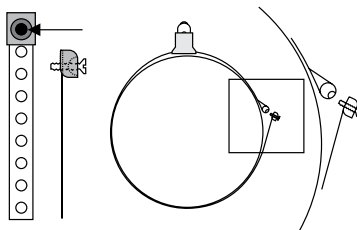

Figura 7
1. Conecte el interruptor en el cilindro como se muestra en la Figura 7. Apriete ligeramente sólo la abrazadera, para poder ajustar la posición del sensor en el cilindro.